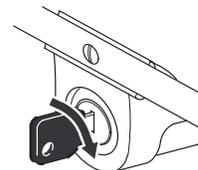

Figure 13
- **Démarrage électrique** (modèle à démarreur électrique seulement) – Insérez la clé dans le commutateur d'allumage, tournez-la vers la droite et relâchez-la lorsque le moteur démarre (Fig. 13).